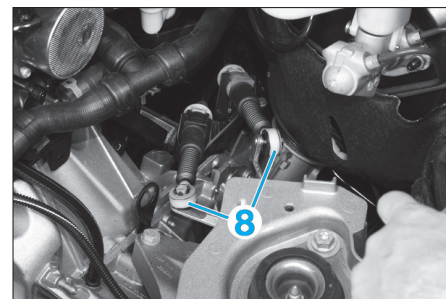

Fig. 5
- Dégrafer les câbles de commande de vitesses (8) sur la boîte de vitesses (Fig.5).